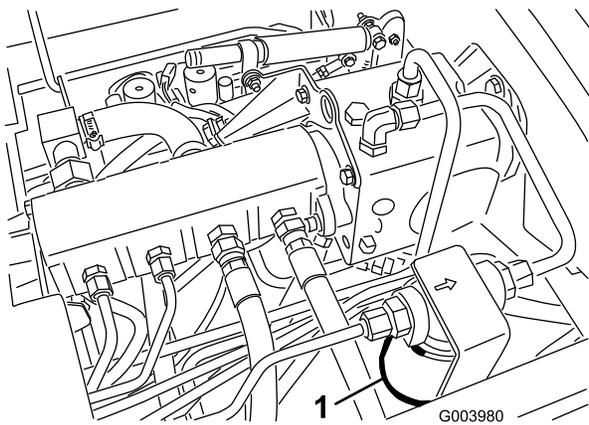
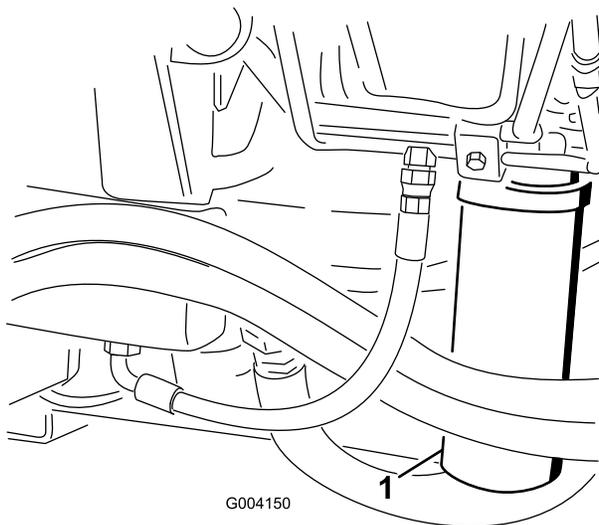

Рисунок 70
Рисунок 71
2. Очистите область вокруг места крепления фильтра и установите сливной поддон под фильтр (Рисунок 70) и (Рисунок 71).